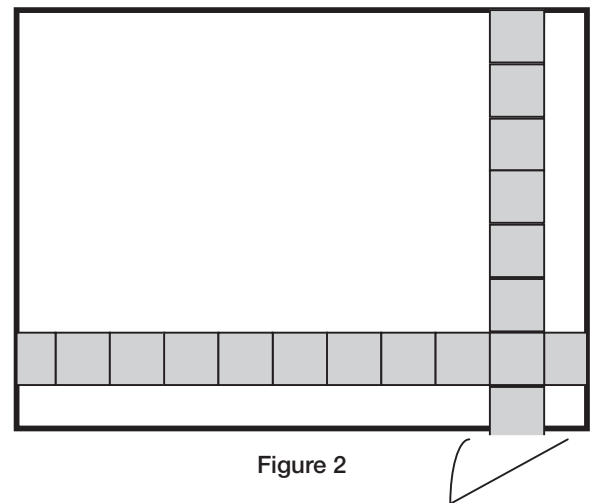

Figure 2
Démarrer la pose des SBL en suivant les lignes de référence en les positionnant bord à bord sans laisser d'interstice. [Cf. Figure 2]
*Start laying the SBL along the reference lines, positioning them edge to edge without any gaps. [Cf. Figure 2]*